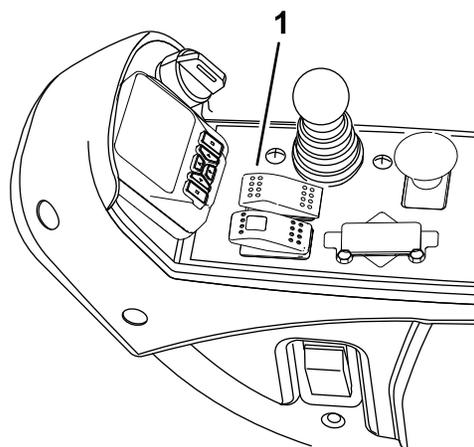
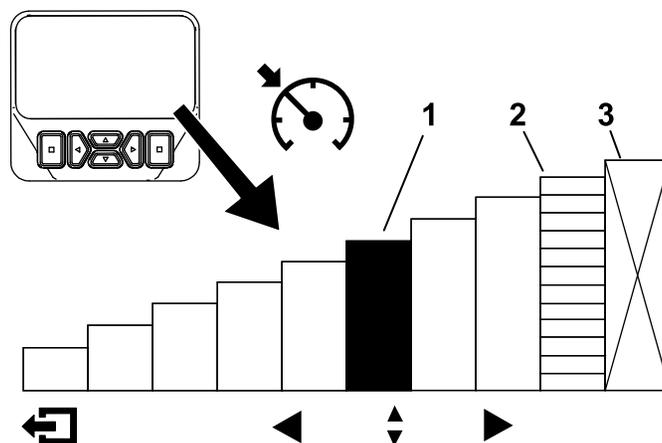

図 28
図 29
クルーズコントロールスイッチを有効化して速度を設定した後 図 28、インフォセンターでクルーズ速度の設定を行います 図 28 と 図 29。
1. コンソールのクルーズコントロールスイッチを有効にする 図 28。
2. インフォセンターディスプレイを使って、クルーズコントロールの速度設定を調整する 図 29。